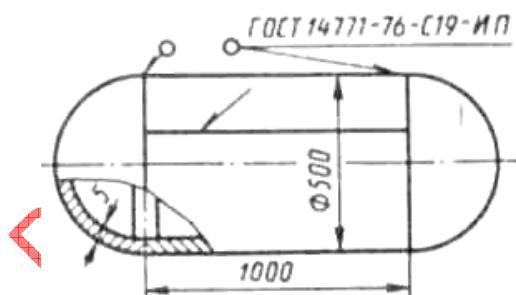

Рис. 38
2. Разработайте процесс сварки сосуда (рис. 38) из стали 12Х18Н10Т. Укажите тип соединения и форму разделки кромок под сварку по ГОСТу. Приведите эскиз сечения шва с указанием размеров. Выберите марку и диаметр электродной проволоки. Подберите режим сварки. Укажите вылет электрода, род тока и полярность. По размерам шва подсчитайте массу наплавленного металла. Определите расход электродной проволоки с учетом потерь, защитного газа, электроэнергии и время сварки изделия. Укажите методы контроля и качества сварного шва.